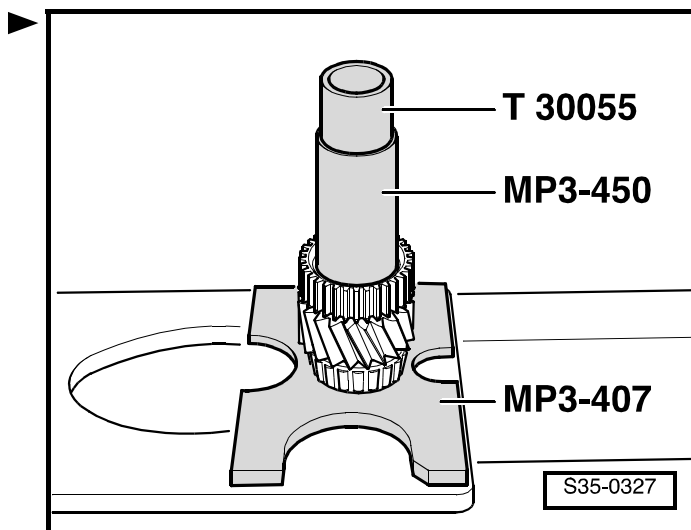

Рис. 10: Запрессовывание втулки -А-
- запрессовывание ⇒ Рис. 10 в **35-3** страница 6